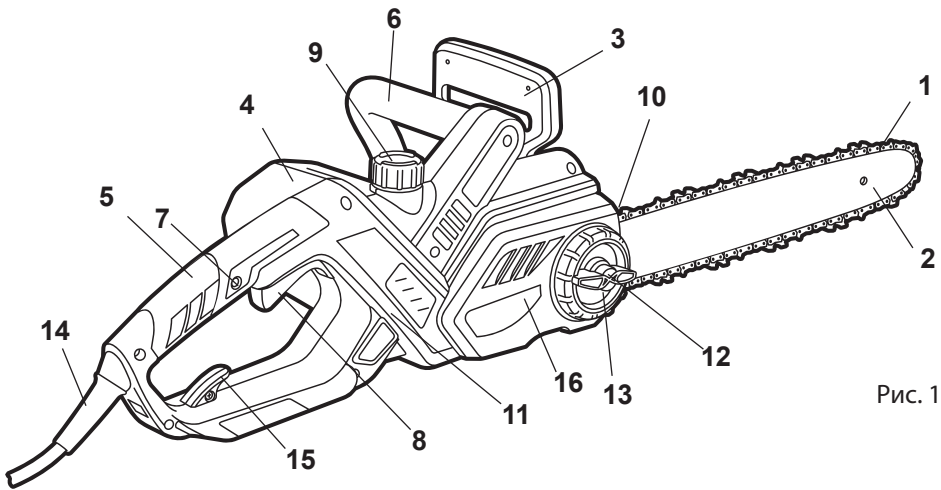
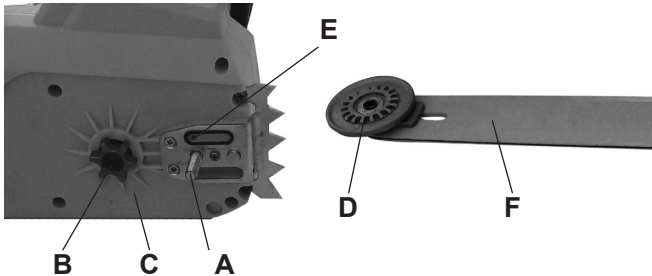

Рис. 1
Рис. 2
1. Установите тормоз цепи 3 (Рис. 1) в нерабочее положение, потянув на себя в направлении к передней ручке.
2. Открутите ручку фиксации защитной крышки 12 (Рис. 1) и кольцо регулировки натяжения 13 (Рис. 1)
3. Снимите защитную крышку 16 (Рис. 1)
4. Наденьте на шину F (Рис. 2) пильную цепь 1 (Рис. 1), проверив правильность расположения зубьев цепи.
10. Затяните ручку фиксации крышки **12** (рис.1) до упора для плотной фиксации направляющей шины на корпусе пилы.
1. Для заполнения масляного бака откройте крышку 9 (Рис.1), при этом следите, чтобы в бак не попала грязь. Заполните бак маслом. Удалите остаток масла с горловины и из внутренней полости крышки. В крышке имеется воздушный клапан при засорении которого насос не работает. Следите, чтобы при эксплуатации пилы этот клапан оставался чистым.
2. Закройте плотно крышку. Во время работы периодически обращайтесь внимание на уровень масла через окно контроля уровня масла 11 (Рис.1).
В случае, если следов масла не видно, необходимо прочистить в корпусе редуктора выходное отверстие для масла E (Рис.2) и соответствующее отверстие в шине E1.